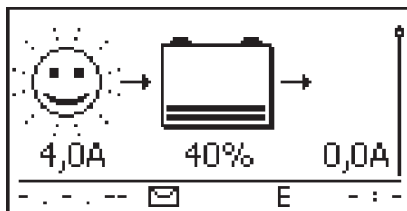
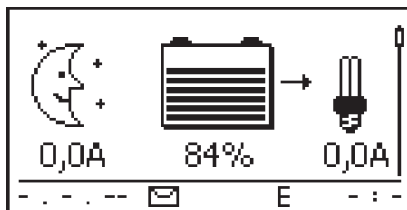

Fig. 7: L'écran après le raccordement du panneau solaire par temps ensoleillé
Fig. 8: L'écran après le raccordement du panneau solaire sans le soleil
3. ➤ Retirez le cache du panneau solaire et, le cas échéant, activez l'interrupteur sectionneur DC. L'écran affiche la Voir la Fig. 7 ou la Voir la Fig. 8.
4. ➤ Si Voir la Fig. 7 et Voir la Fig. 8 ne s'affichent pas, vérifiez l'installation et supprimez l'erreur, si nécessaire, à l'aide des indications de la section ⚡ 15, pp. 129sqq.